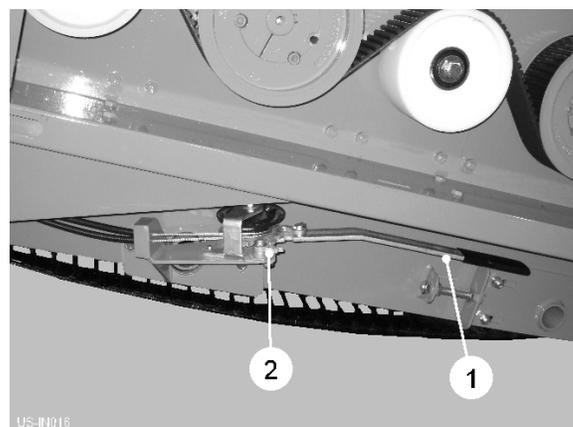

Fig 11
Um die Handbremse anzuwenden, operieren Sie der Hebel (item 1, fig 11) gegen die Ratsche. Um die Handbremse freizulassen, ziehen Sie sich der Hebel aus, um den Ratschenmechanismusfang (item 2, fig 11) zu trennen. Schließlich, schieben Sie den Hebel unter die Maschine für Transport zurück. Hand bremsst, Kabellänge (Stück 2, Feige 10) ist zu den Kabelausgleichern entschlossen.